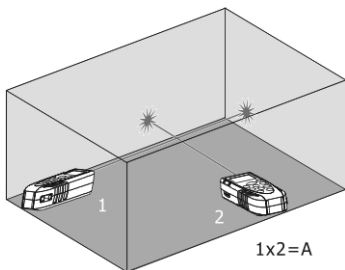

Fig. 7: Esempio di misura di Area
3. Premere il tasto o il tasto laterale **MEAS** per eseguire la prima misura (lunghezza) della superficie in oggetto (vedere Fig. 7). Il valore corrispondente è inserito nel primo display parziale. Il simbolo "" è mostrato a display con lato "2" lampeggiante
4. Premere nuovamente il tasto o il tasto laterale **MEAS** per eseguire la seconda misura (larghezza) della superficie in oggetto (vedere Fig. 7). Il valore corrispondente è mostrato nel secondo display parziale mentre il valore totale dell'area (aggiornato) è riportato sul display risultante